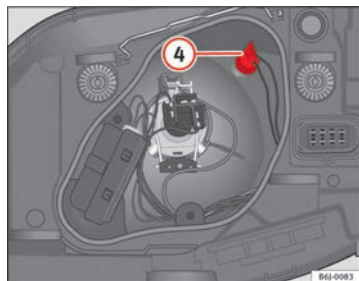

Abb. 150 Standlicht
- Nehmen Sie den Lampenträger ④ $\Rightarrow$ Abb. 150 heraus.